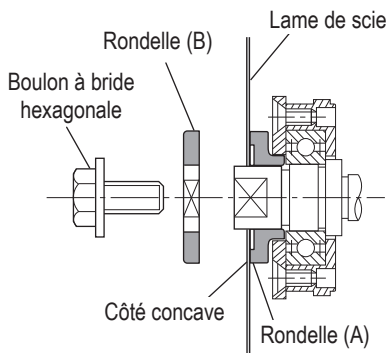

Fig. 16
- Pour le montage de la lame de la scie, le côté concave de la rondelle (A) doit être positionné sur le côté de la lame de la scie. (Voir Fig. 16)